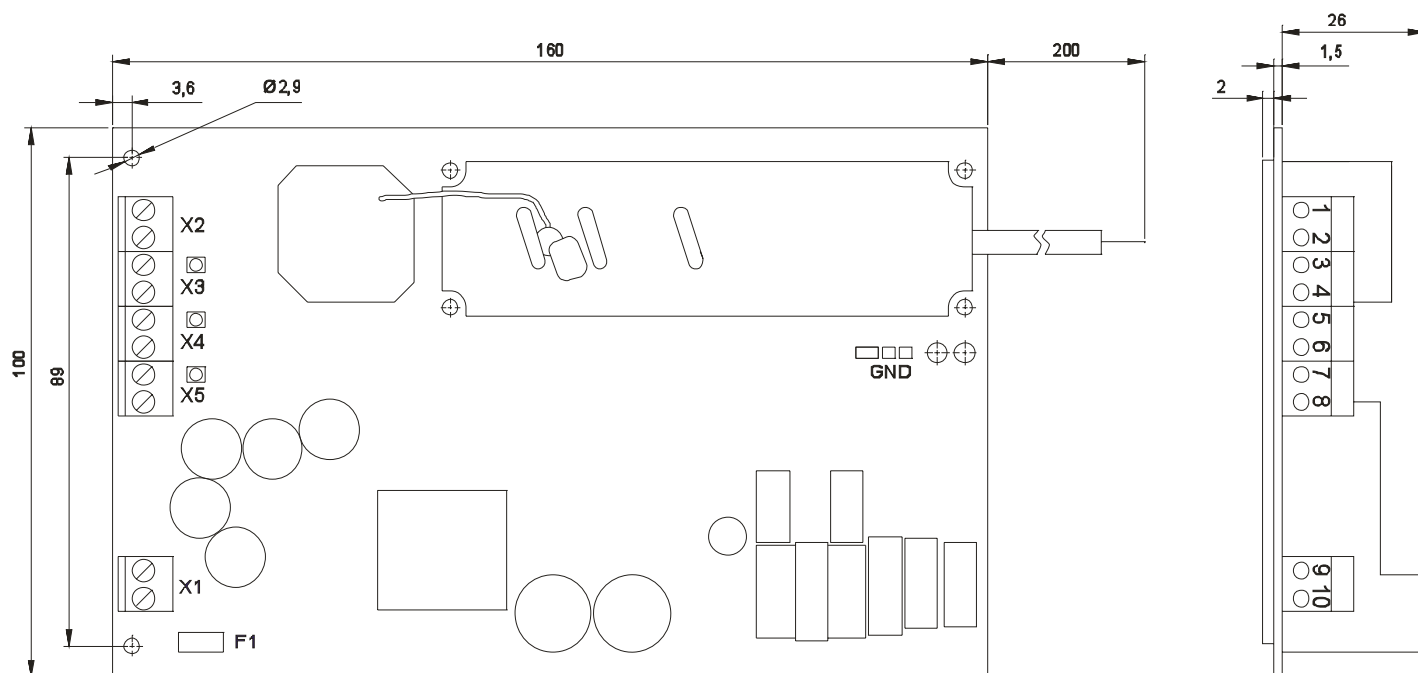

Рис. 1. — Габаритно-присоединительный чертеж изделия
2.16. Габаритно-присоединительный чертеж изделия приведен на рис. 1.